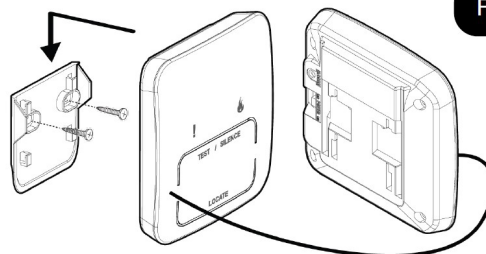

Fig. 2
3. Schroef de montagebeugel aan de muur. Zie Fig.2
4. Schuif de control unit op de montagebeugel. Zie Fig.2